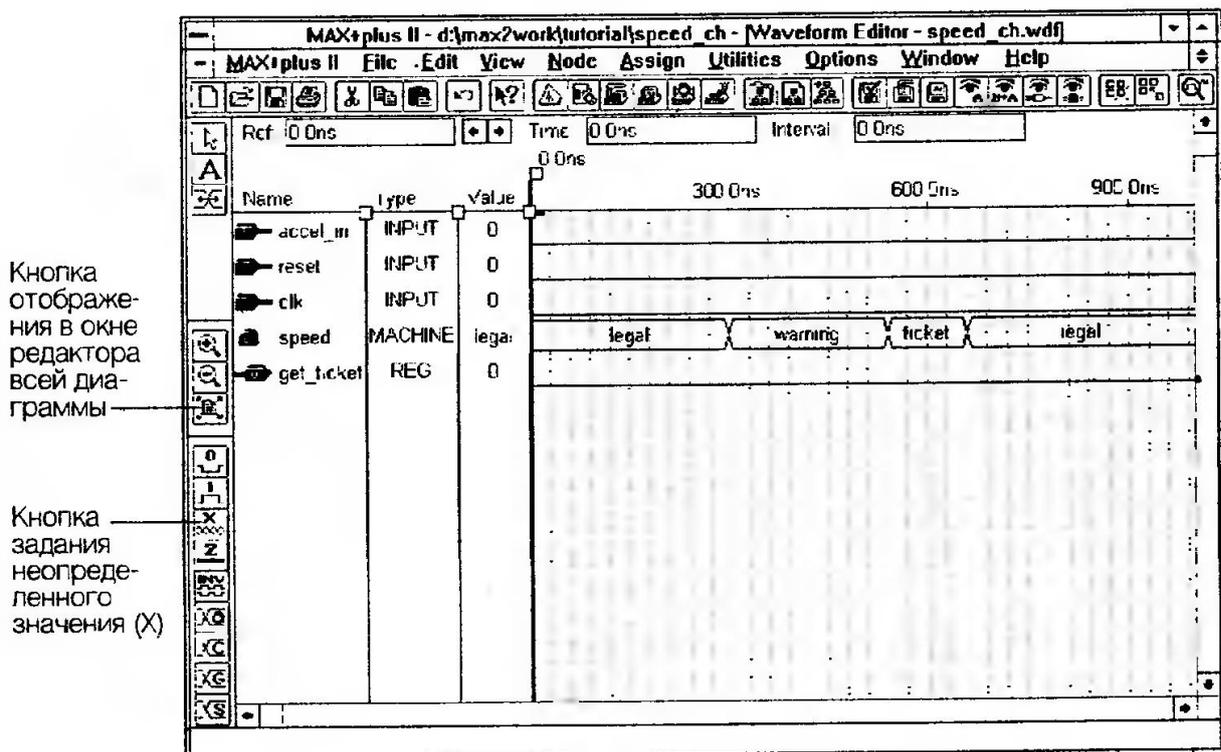

Рис. 2.25
Появится временная диаграмма цепи `speed`, как показано на рис. 2.25.
6. С помощью кнопки выделения выделите интервал от 630 до 690 нс (два деления сетки). Выберите команду **Overwrite Undefined (X)**
(задать неопределенный уровень (X)) из меню **Edit** (редактирование) или выберите кнопку задания неопределенного уровня на инструментальной панели, как показано на рис. 2.25. Неопределенный уровень соответствует переходу конечного автомата из `ticket` в `legal` (т.е. `speed` переходит из состояния `ticket` в состояние `legal` независимо от значения на `accel_in`).